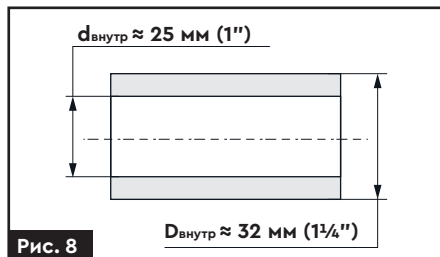

Рис. 8
2. При приєднанні до магістрального водопроводу діаметр труби в місці приєднання вхідного патрубка має бути не менший, ніж 1 1/4" (рис. 8).